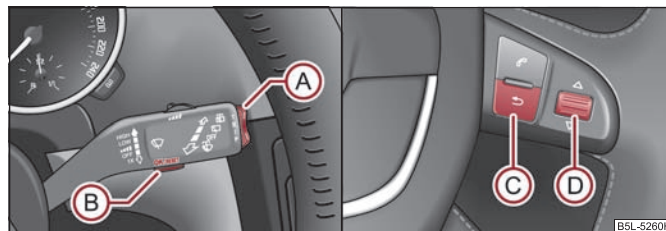
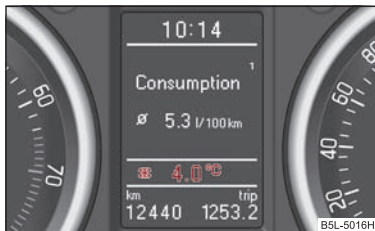

Fig. 19 Indicador multifunción: Elementos de mando
Fig. 20 Temperatura exterior
La conmutación de la memoria se efectúa por medio de la tecla **(B)** ⇒ fig. 19 en la palanca de limpiacristales o por medio de la tecla **(D)** en el volante multifunción* ⇒ página 21.
La tecla basculante **(A)** y la tecla **(B)** se encuentran en el puño de la palanca del limpiaparabrisas ⇒ fig. 19, lado izquierdo. La conmutación y reposición se efectúa en el volante multifunción por medio de la rueda moleteada **(D)** ⇒ fig. 19, lado derecho.
Si la temperatura desciende por debajo de +4 **[scedili]**C, delante del indicador de temperatura aparece un símbolo de copo de nieve (señal de advertencia para calzada helada), que parpadea 10 segundos y a continuación permanece junto con la temperatura externa $\Rightarrow$ fig. 20. Simultáneamente se oír una señal acústica. Después de pulsar la tecla basculante **(A)** en la palanca de limpiacristales $\Rightarrow$ página 21, fig. 19 o la
tecla **(C)** en el volante multifunción $\Rightarrow$ página 21, fig. 19 se reproducirá la función que se ha visto como última.
En la pantalla aparece el tiempo de marcha desde la última vez que se borró la memoria. Cuando desee medir el tiempo de marcha a partir de un momento determinado, deberá poner en este momento preciso la memoria a cero, pulsando para ello la tecla **(B)** en la palanca de limpiacristales $\Rightarrow$ página 21, fig. 19 o la rueda moletada **(D)** en el volante multifunción* $\Rightarrow$ página 21, fig. 19 durante más de 1 segundo.
Cuando desee medir el consumo medio a partir de un período determinado, deberá poner a principio de la medición la memoria a cero, por medio la tecla **(B)** en la palanca de limpiacristales $\Rightarrow$ página 21, fig. 19 o la rueda moleteada **(D)** en el volante multifunción* $\Rightarrow$ página 21, fig. 19. Tras borrarla, en la pantalla aparecerán guiones en los primeros 100 metros recorridos.
En el display aparece el kilometraje recorrido desde la última vez que se borró la memoria $\Rightarrow$ página 21. Cuando desee medir el kilometraje recorrido a partir de un momento determinado, deberá poner en este momento preciso la memoria a cero, pulsando para ello la tecla **(B)** en la palanca de limpiacristales $\Rightarrow$ página 21, fig. 19 o la rueda moleteada **(D)** en el volante multifunción* $\Rightarrow$ página 21, fig. 19.
El display indica la velocidad media en km/h desde la última vez que se borró la memoria $\Rightarrow$ página 21. Cuando desee medir la velocidad de marcha media a partir de un período determinado, deberá poner al principio de la medición la memoria a cero, por medio la tecla **(B)** en la palanca de limpiacristales $\Rightarrow$ página 21, fig. 19 o la rueda moleteada **(D)** en el volante multifunción* $\Rightarrow$ página 21, fig. 19.
- Pulse la tecla **(B)** en la palanca de limpiacristales ⇒ página 23, fig. 21 o la rueda moleteada **(D)** en el volante multifunción* ⇒ página 21, fig. 19. En la pantalla informativa* aparecerá **Speed warning 50 km/h (advertencia a 50 km/h)** ⇒ página 23, fig. 21. Puede aumentar o disminuir este valor con la tecla **(A)** en la palanca del limpiaparabrisas o girando la rueda moleteada **(D)** en el volante multifunción*.
Si Vd. sobrepasa ahora la velocidad ajustada, en la pantalla aparecerá **Speed 50 km/h exceeded (velocidad de 50 km/h sobrepasada)**. Este mensaje queda indicado, hasta que reduzca la velocidad a por debajo del límite ajustado o desactive el mensaje pulsando la tecla **(B)** en la palanca de limpiacristales ⇒ página 23, fig. 21 o la rueda moleteada **(D)** en el volante multifunción* ⇒ página 21, fig. 19.